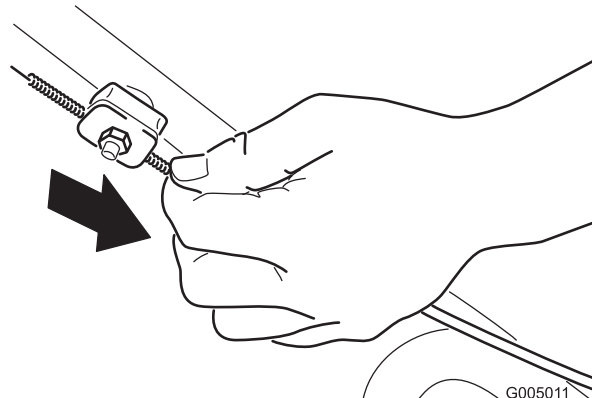

Figure 29
- Tirez la gaine du câble vers le bas (vers la machine) jusqu'à ce qu'il n'y ait plus de mou dans le câble (Figure 29).